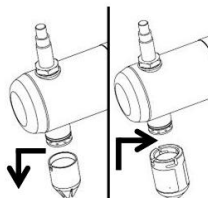

fig. 9
- Sostituire il beccuccio di guarnitura con l'ugello di pulitura (fig. 9).